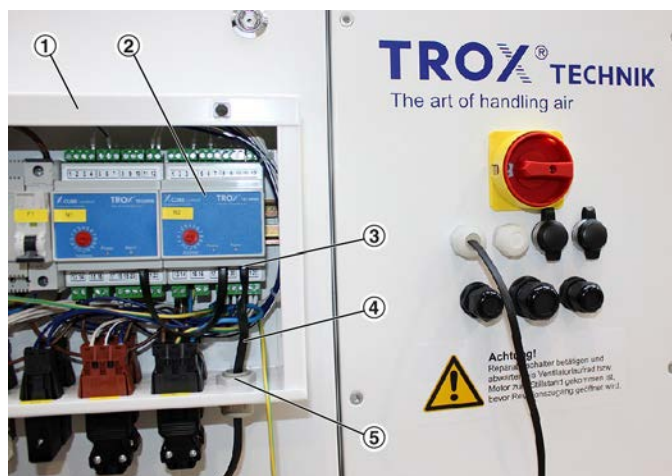

Рис. 4: Модуль управления
3. ▶ Откройте крышку модуля управления (Рис. 4/1) и задайте адрес аксессуара на расширительном модуле (Рис. 4/2) ☞ на странице 7.
Возьмите поставляемый соединительный кабель шины (RJ12, Рис. 4/4) и протяните его через отверстие для кабельного ввода в корпусе модуля управления (Рис. 4/5) в модуль управления.
Подключите соединительный кабель шины в разъем RJ12 (Рис. 4/3) на расширительном модуле.